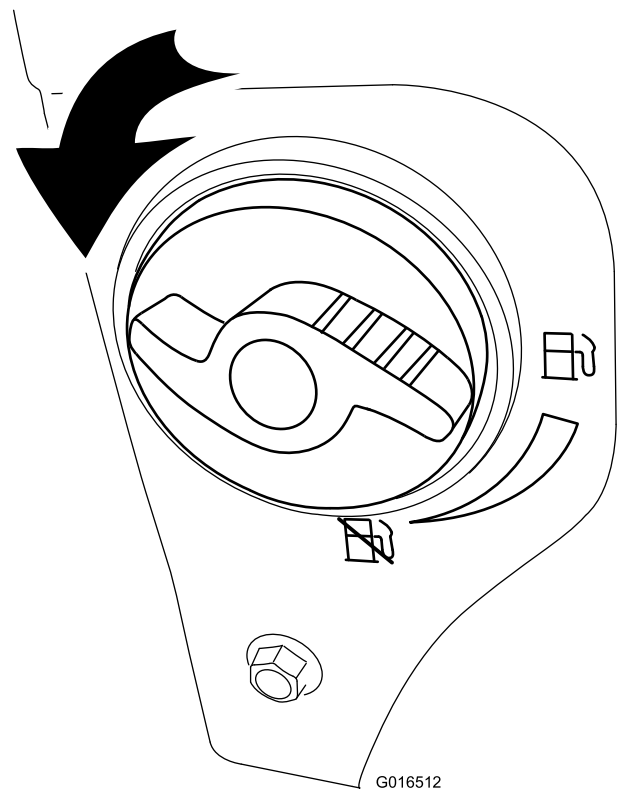

Bild 24
2. Drehen Sie den Kraftstoffhahn eine Viertelumdrehung nach links, um ihn zu öffnen (Bild 24).